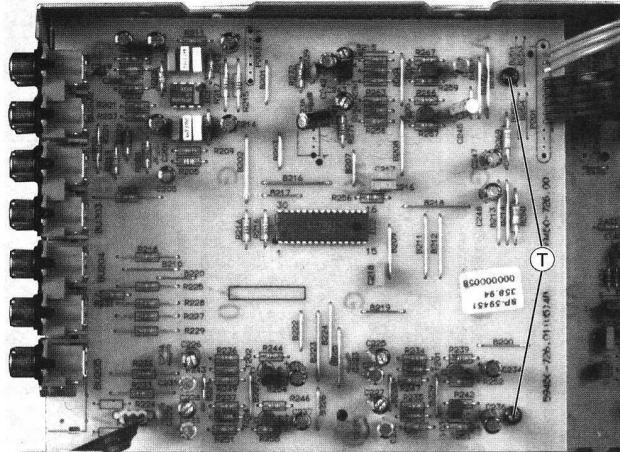

Fig. 14
- 4 Schrauben **S** (Fig. 2) und 2 Schrauben **T** (Fig. 14) herauserschrauben.
- Undo 4 screws **S** (Fig. 2) and 2 screws **T** (Fig. 14).